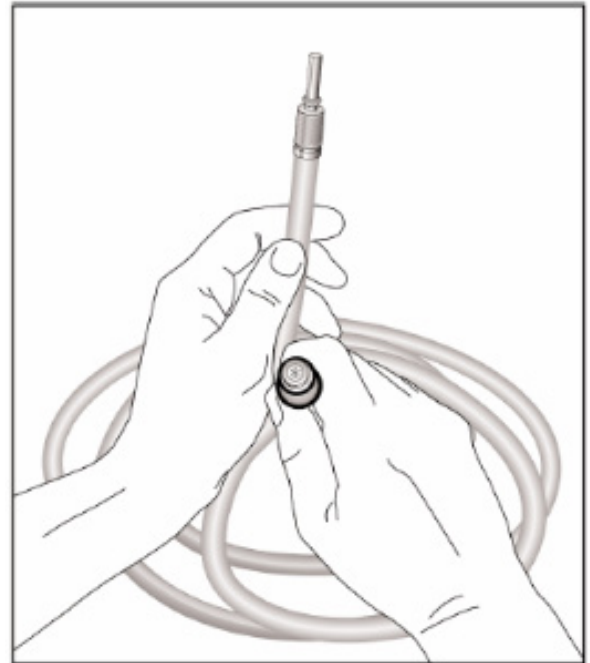

Figure 7 : inspection des câbles de fibre optique
2. En dirigeant une extrémité du câble vers une lumière vive, examiner l'autre extrémité pour y déceler toute trace d'endommagement des fibres, par ex. : points noirs ou zones sombres (figure 7). La transmission de lumière sera moindre si trop de fibres sont cassées dans le câble.